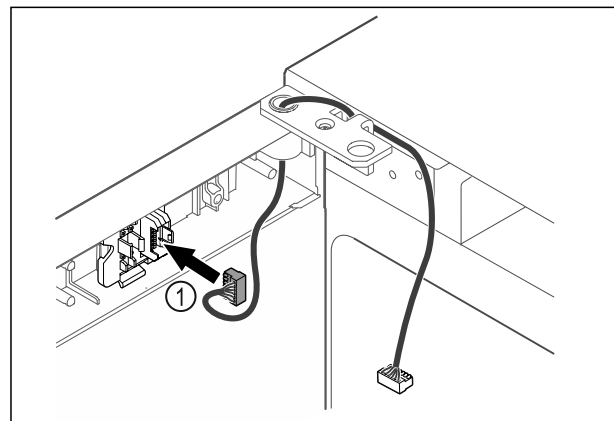

Fig. 45
- ▶ Zasuňte zástrčku Fig. 45 (1) do držiaka zástrčky.